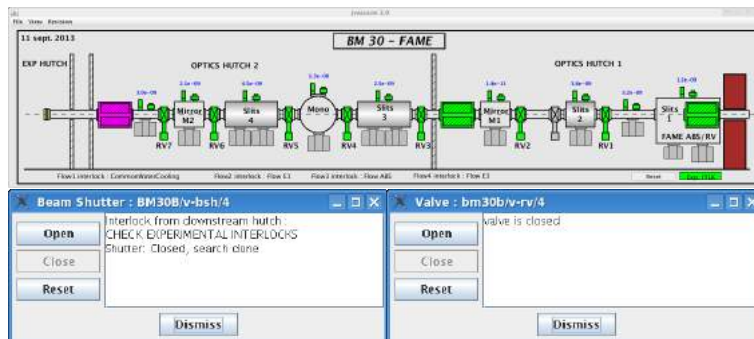

FIGURE 5.1.1 – Application vide, montrant les vides typiques de la ligne.
2. Est-ce que notre absorbeur est bien ouvert ? Est-ce que toutes les vannes sont bien ouvertes ? *fvacuum* montre le synoptique de la ligne. Cliquer sur l’icône dans la barre de tâche ou taper *fvacuum* dans une fenêtre X. Si l’application est lancée, cliquer sur l’onglet “Commands” puis “Update”. La figure 5.1.1 présente les vides typiques de la ligne. En haut, la couleur des éléments renseigne sur l’état des vannes et absorbeurs (Vert : élément ouvert ; Violet : élément fermé mais rien n’interdit son ouverture ; Bleu : élément fermé et non manoeuvrable (« search » non fait, problème de vide . . .) ; Rouge : élément en mouvement). En cliquant sur la vanne ou l’absorbeur, une fenêtre de dialogue s’ouvre (bas). Si la sécurité n’est plus active, ces deux éléments peuvent être réouverts. Sinon, un message renseigne sur l’état de la sécurité (bas à gauche). De même, cette application sert à fermer les éléments (bas à droite). Dans le cas de la figure 5.1.1, les vannes situées de part et d’autre du monochromateur sont fermées, de même que l’absorbeur de l’enceinte 1. Un affichage en bas à droite indique l’état des sécurités.